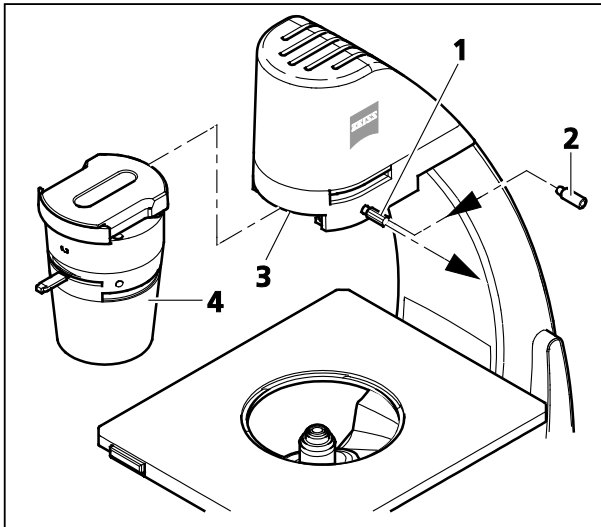

Bild 4 Kondensor einsetzen
- Kondensor (Bild 4/4) von vorn in die Führung (Bild 4/3) einsetzen und bis zum Anschlag einschieben.
- Kondensor durch Anziehen der Inbusschraube oder der ebenfalls mitgelieferten Rändelschraube (Bild 4/1) klemmen.
Bei häufigem Wechsel der Kondensoren oder falls größere Glasgefäße häufig ohne Kondensor betrachtet werden sollen, wird empfohlen, die mitgelieferte Rändelschraube anstelle der Inbusschraube (Bild 4/2) zur Klemmung des Kondensors zu verwenden.